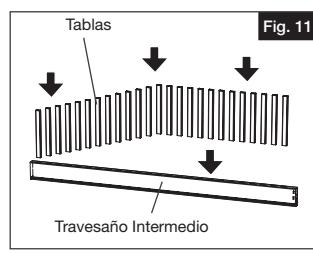

Fig. 11
- a. Inserte las tablas en el travesaño intermedio (Fig 11).